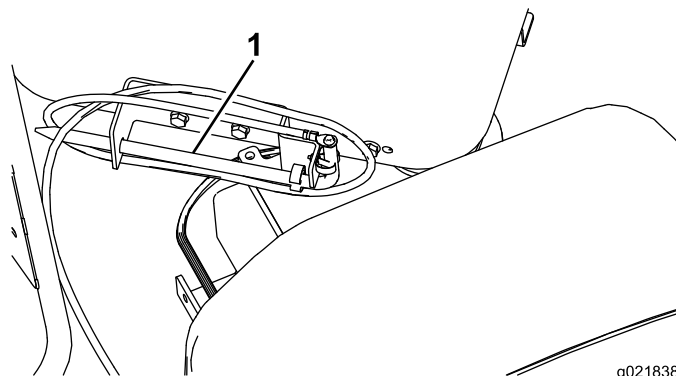

Рисунок 63
8. Разместите стойку заземления на хранение в держателе на платформе оператора, как показано на Рисунок 63.